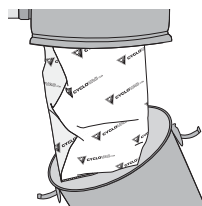

figure 16
1. Pour accéder au sac, défaire les deux attaches et retirer la cuve de l'appareil (**figure 16**).